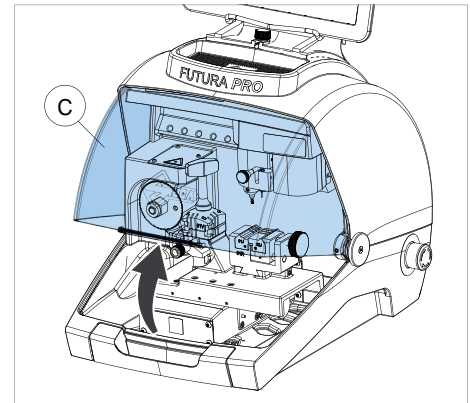

Fig. 7
Breng het veiligheidsscherm (C) omhoog wanneer u de te dupliceren sleutels moet plaatsen of andere werkzaamheden moet uitvoeren op de machine (Fig. 7).